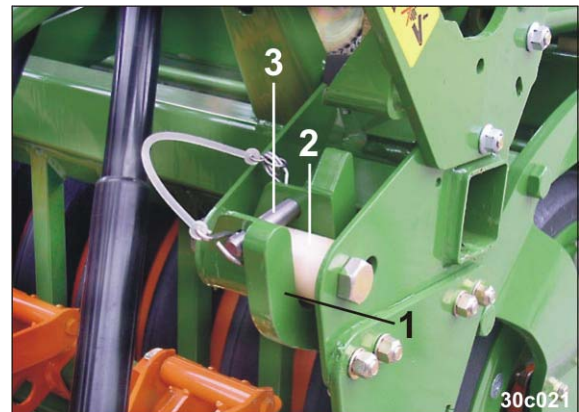

Fig. 99
3. Mit den Fangtaschen (Fig. 99/1) die Lagerbuchsen (Fig. 99/2) aufnehmen.
4. Die Verbindungen mit Bolzen (Fig. 99/3) abstecken und mit Federsteckern sichern.